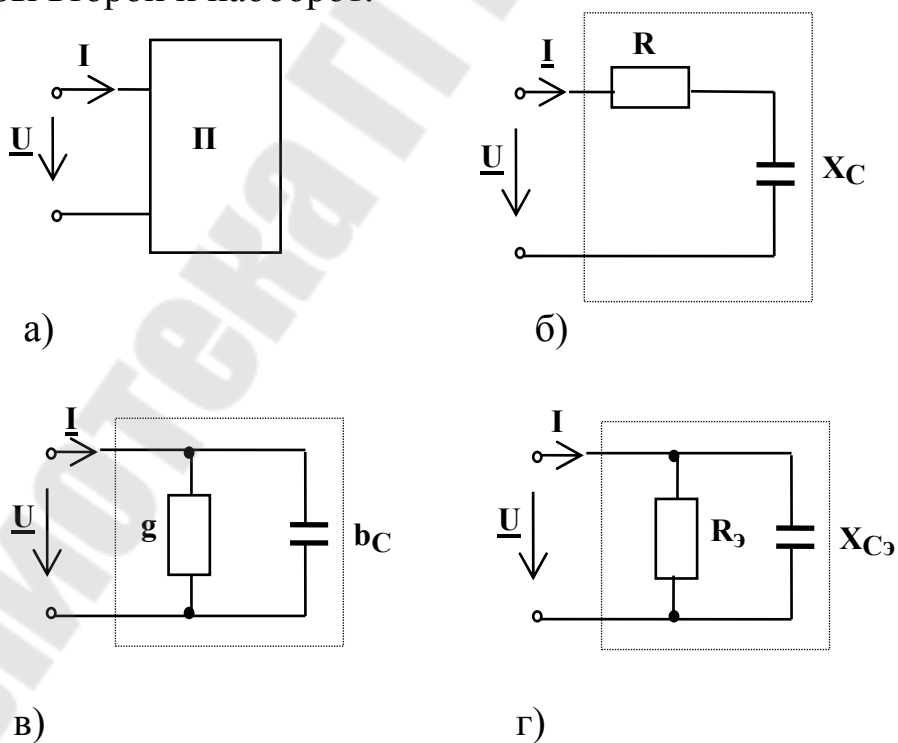

Рис.2.4
Пассивный двухполюсник (рис.2.4,а) может быть представлен двумя эквивалентными схемами. Первая схема представляет собой последовательное соединение активного и емкостного элементов (рис.2.4,б), вторая - параллельное соединение элементов с активной и реактивной проводимостями (рис.2.4, в) или с эквивалентными им активным и реактивным сопротивлениями (рис.2.4,г).
Так как в схеме рис.2.4,г имеются ветви с уединенными элементами, т.е., элементы, последовательно с которыми не соединено никаких других элементов, то проводимость такой ветви представляет величину, обратную сопротивлению этого элемента.
6. Проверку эквивалентности последовательной и параллельной схем замещения проведите для одного из измерений п.1 ($R \neq X_C$). Рассчитайте R_3 и C_3 по формулам (2.1). Соберите на наборном поле электрическую цепь по рис.2.4,г. Подайте на схему такое же напряжение, как и в п.1, измерьте ток и вычислите активную мощность. Данные расчетов и измерений занесите в табл.2.4.